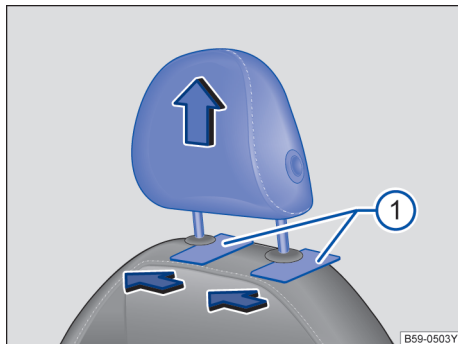

图 80 拆卸和安装前排头枕
- 松开头枕时，一人用一扁平器具（例如，塑料卡片）插入靠背套与头枕导杆护套之间→图 80 ①，同时另一人将头枕完全拔出。▶